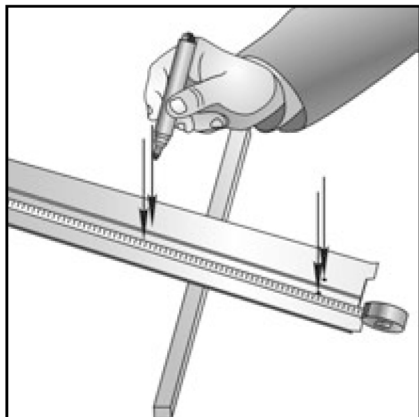
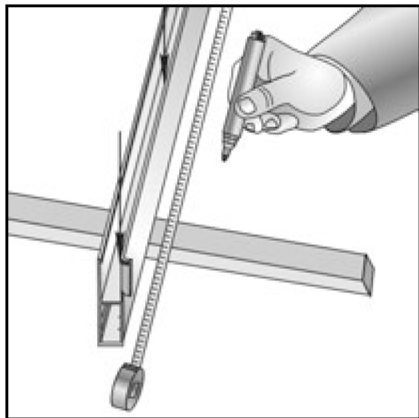

рис. 1
рис. 3
- 2.3. Разметить и сверлить отверстия  $D=8$  мм в направляющих шинах через две стенки. Нижнее и верхнее отверстия выполнить на расстоянии 100...150 мм от обрезов шины. Остальные отверстия равномерно располагать по длине шины с шагом 450...500 мм (рис.1,2) накладной монтаж, (рис.3,4) встроенный монтаж.